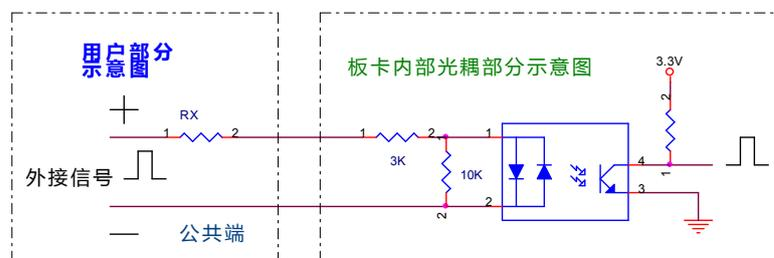

图 2.3 共阴输入原理及接线图
**共阴输入：**如图 2.3。输入公共端（ICOM）连接外部信号地线。当外部输入一个有效高电平时，用户在对应位读入为“0”；当输入悬空或低电平时，用户在对应位读入为“1”。